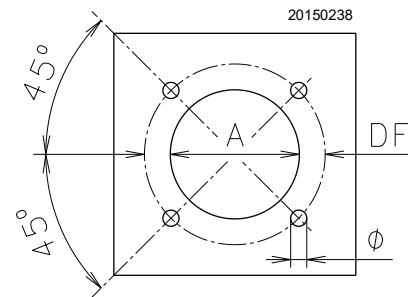

Abb. 13
Die Verschlussplatte der Brennkammer, wie auf Abb. 13 dargestellt, aufbohren (Tab. M). Die Position der Gewindebohrungen kann mit dem zur Grundausstattung gehörenden Wärmeschild ermittelt werden.
- Den gesamten Brenner in das vorher gesetzte Bohrloch des Heizkessels einpassen (Abb. 13) und mit den beige-packten Schrauben befestigen.